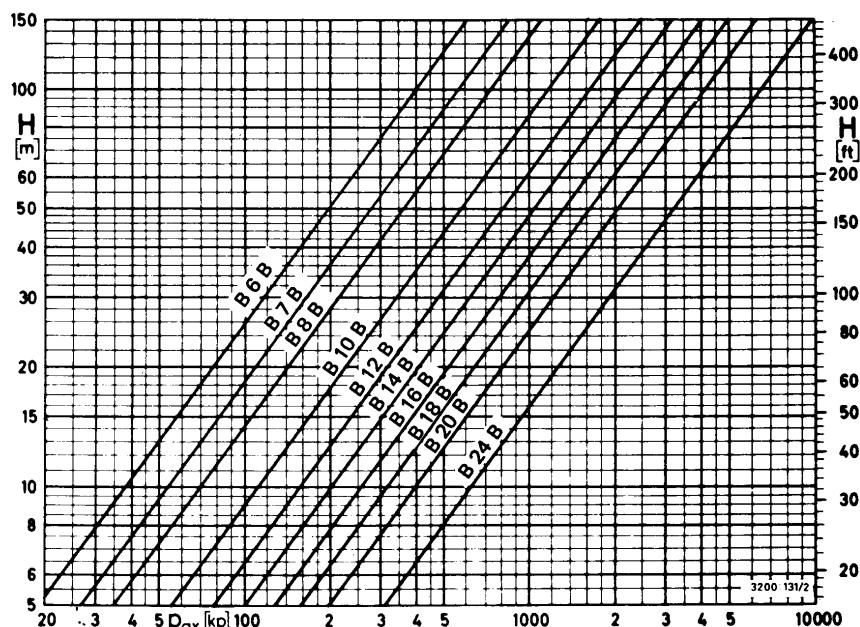

Fig. 5 – Empuxo axial hidráulico para hidráulica B.
- empuxo hidráulico axial, Figs. 5 e 6.